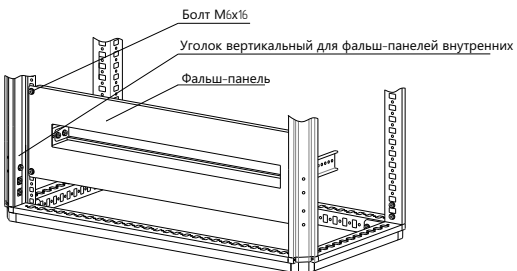

Рисунок 4
4.1.6 Закрепить уголок вертикальный для фальш-панелей внутренних на стойке каркаса в дверном проёме семью болтами самонарезающими М6×16 (рисунок 4). Момент затяжки – 7 Н·м. Болты приобрести отдельно.
4.1.7 Закрепить фальш-панель внутреннюю болтами самонарезающими М6×16 (рисунок 4). Момент затяжки – 7 Н·м. Болты приобрести отдельно.